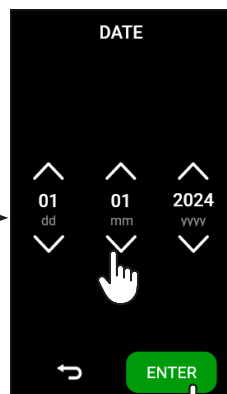
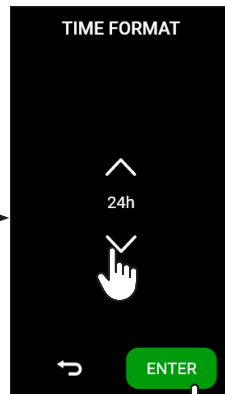

fig.4
fig.5
Bei einem Einbau mit einem Regal über dem Gerät sollte ein Abstand von mindestens 5 cm zwischen der Unterseite des Regals und der Oberseite des Geräts gelassen werden (fig.4). Stellen Sie das Gerät auf ein mobiles Regal mit einem Auszugssystem mit Gleitschienen, um das Befüllen des Behälters mit deionisiertem Wasser zu ermöglichen, der sich auf der Oberseite befindet (fig.5).
- Stellen Sie das aktuelle Datum ein und drücken Sie ENTER (fig. 4);
- Stellen Sie das Zeitformat ein und drücken Sie ENTER (fig. 5);